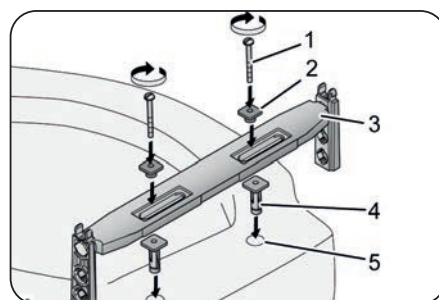

Abb. 6
1. Stecken Sie jeweils das Unterteil (4, Abb. 6) der beiden Dübel in die Bohrungen (5, Abb. 6) des Toilettens Beckens.
2. Legen Sie die Auflagebrücke (3, Abb. 6) so auf den hinteren Rand des Toilettens Beckens, dass die Dübel in der Führung auf der Unterseite der Auflagebrücke liegen.
4. Stecken Sie jeweils das Oberteil (2, Abb. 6) der beiden Dübel auf das Unterteil der Dübel. Das Oberteil muss dabei in der Führung der Auflagebrücke liegen.
5. Stecken Sie die Schrauben (1, Abb. 6) in die Dübel und drehen Sie sie im Uhrzeigersinn. Dabei werden die Dübel gespreizt. Ziehen Sie die Schrauben mit einem Anziehdrehmoment von 3 Nm fest.